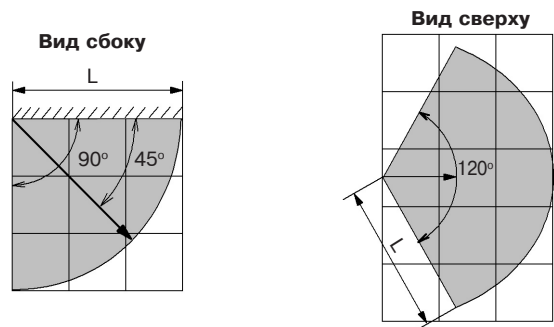

Рисунок 2 – Диаграмма зоны обнаружения АК канала
1. При выборе места установки следует принимать во внимание диаграмму направленности извещателя (рисунок 2);
7. Расстояние (L) от извещателя до самой удаленной точки охраняемого стекла должно быть не более 6 м. Выбрав место установки извещателя, произведите разметку для его крепления.